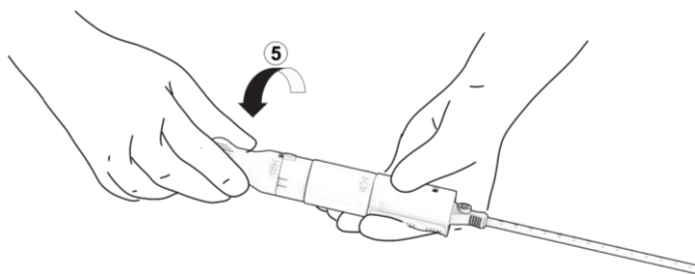

Figura 16. Libertação do implante.
- a. Coloque a mão livre no came de libertação, marcado com "5", e rode parcialmente esta secção de prensão 90° na direção indicada pelas primeiras marcações de alinhamento. Figura 16. O implante está agora na configuração de totalmente colocado, mas ainda fixo na pega do dispositivo.